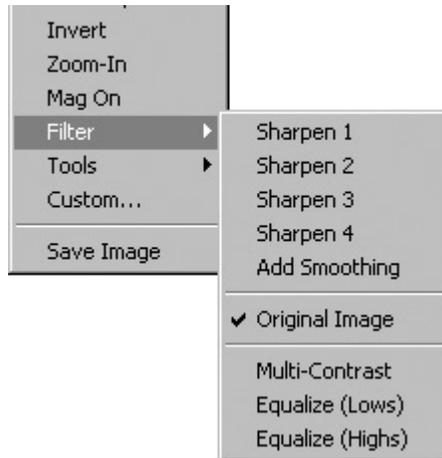

Figura 7-8: Ajustes de Filter: patrón de prueba SMPTE
2. Haga clic con el botón derecho en la imagen SMPTE y haga clic en **Filter** en el submenú. Asegúrese de que la imagen no esté filtrada y de que la única opción seleccionada sea "Original Image" (Figura 7-8).